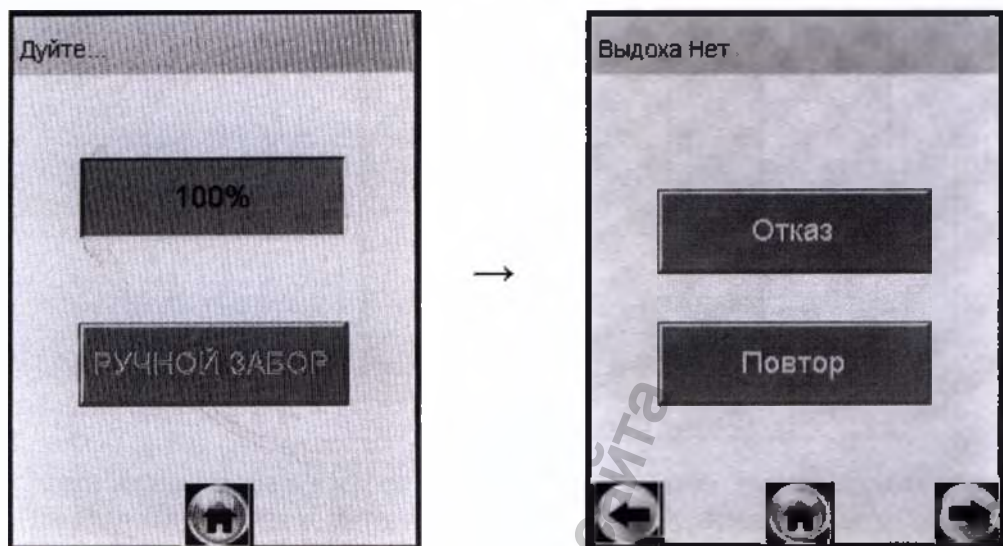

Рисунок 20 – Смена окон при отсутствии выдоха
2.7.19 Если при выполнении 2.7.10 настоящего РЭ выдох не был сделан своевременно, то сообщение о готовности к отбору пробы «Дуйте» (рисунок 20, слева) через 30 с сменится сообщением «Выдоха нет» (рисунок 20, справа).